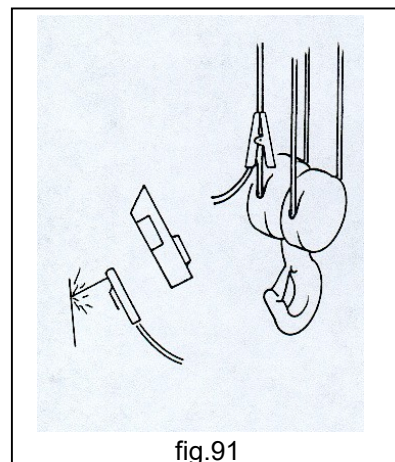

fig.91
- **NUNCA** use la cuerda o la cadena como cable de puesta a tierra para soldadora (fig.91).